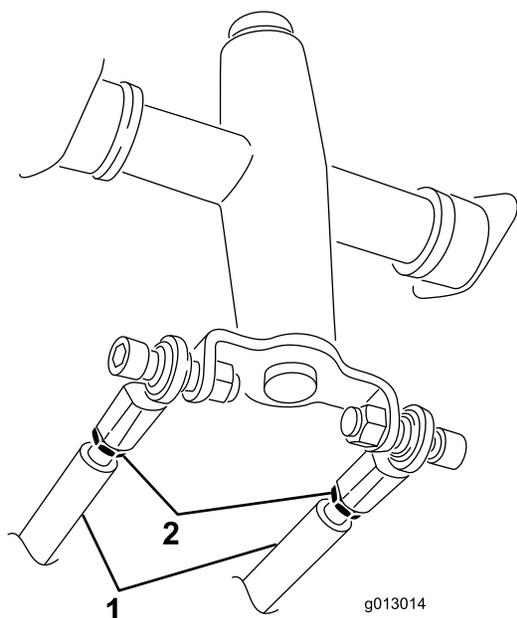

Figura 57
3. Allentare i controdadi situati sulle aste di trazione, al di sotto della plancia (Figura 57).